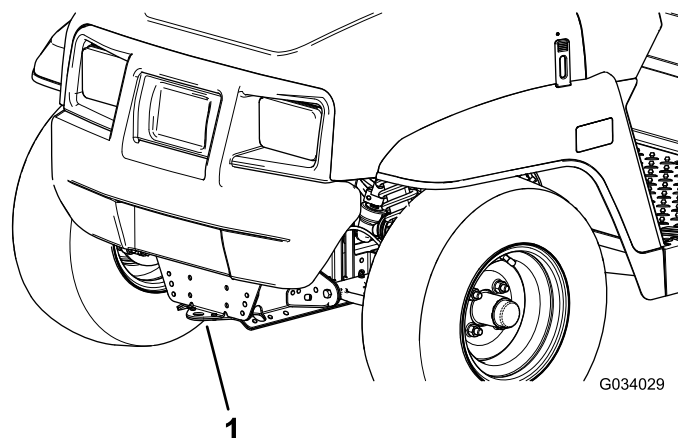
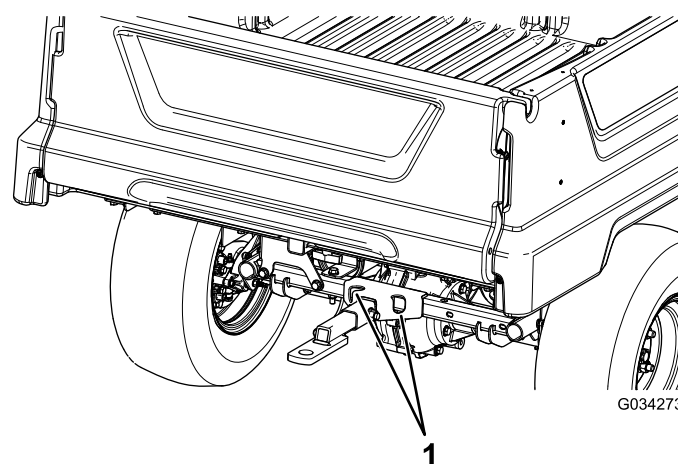

Figura 20
Figura 21
Utilice un remolque con rampas de ancho completo para mover la máquina a gran distancia. Asegúrese de que la máquina está firmemente amarrada al remolque. Consulte en Figura 20 y Figura 21 la ubicación de los puntos de amarre de la máquina.
2. Conecte un cable de remolque al punto de remolque, en la parte delantera del bastidor de la máquina (Figura 20).